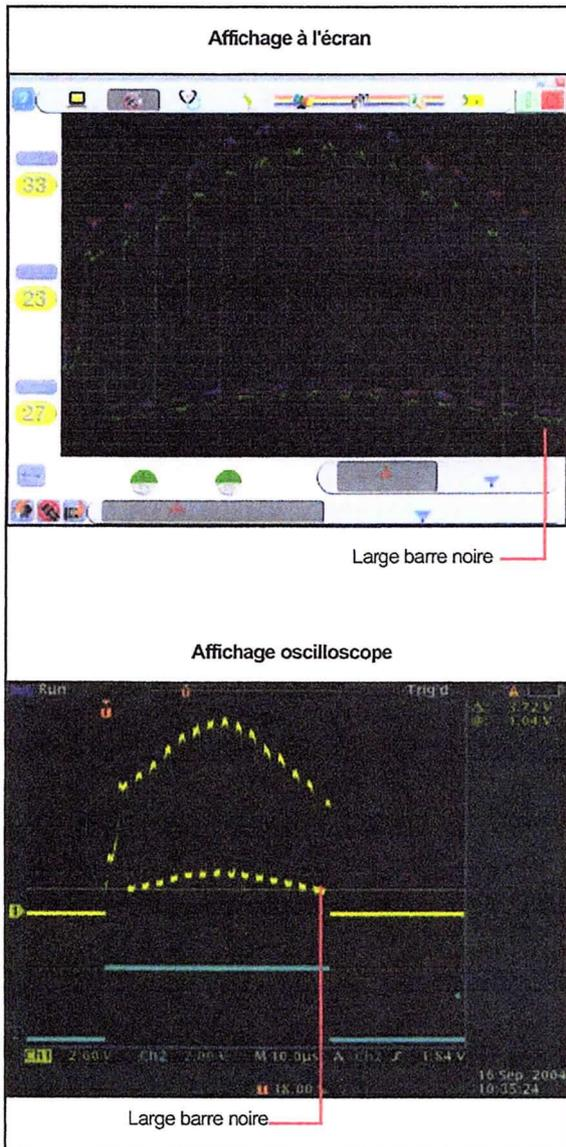

Figure 9-21 Vue complète du balayage
- B. Faire tourner la bague du zoom située sur l'objectif de la chambre photographique de manière à afficher toute la barre des fils (se reporter à la Figure 9-21).